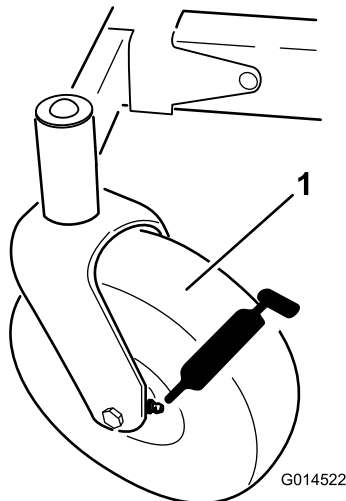
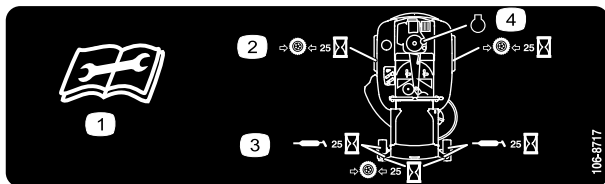

Figure 26
Figure 27
3. Nettoyez les graisseurs (Figure 26 et Figure 27) à l'aide d'un chiffon. Grattez la peinture qui pourrait se trouver sur le devant des graisseurs.
4. Raccordez une pompe à graisse à chaque graisseur (Figure 26 et Figure 27). Injectez de la graisse dans les graisseurs jusqu'à ce qu'elle commence à sortir des roulements.